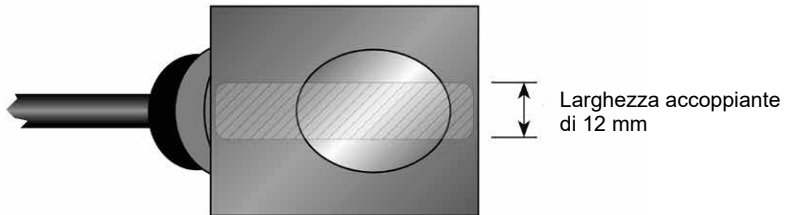

Fig. 23 - Applicazione della pasta accoppiante
- 4) Mettere una singola striscia di accoppiante, di circa 12 mm di larghezza, sulla superficie piatta d'appoggio del trasduttore come illustrato in Fig. 23.